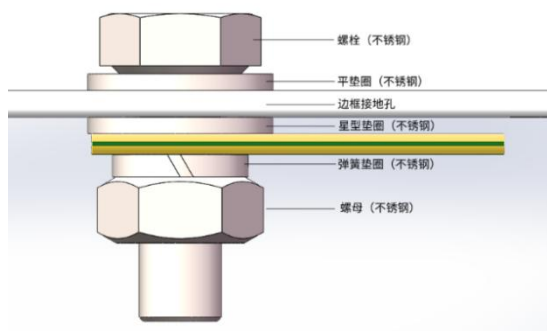

图20 接地线配合螺栓安装示意图
- 使用接地线配合螺栓安装：接地螺栓建议使用不锈钢材质，用在指定的接地孔上。首先插入不锈钢螺栓穿过平垫圈，然后通过边框的接地孔、平垫圈、星形垫圈，最后使用螺母拧紧，安装示意图 20。